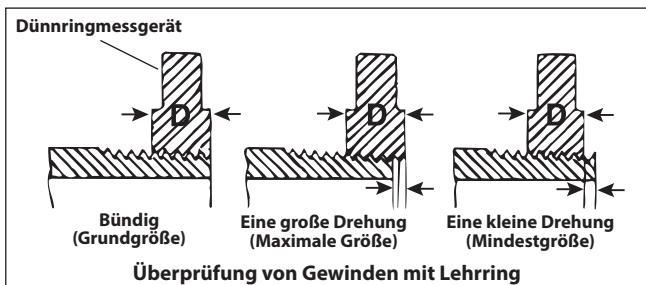

Abbildung 16 – Überprüfen der Gewindegöße
3. Überprüfen Sie die Größe des Gewindes. Am besten überprüft man die Gewindegöße mit einem Lehrring. Es gibt verschiedene Arten von Lehrringen und die Benutzung kann vom hier gezeigten Verfahren abweichen. Abbildung 16.